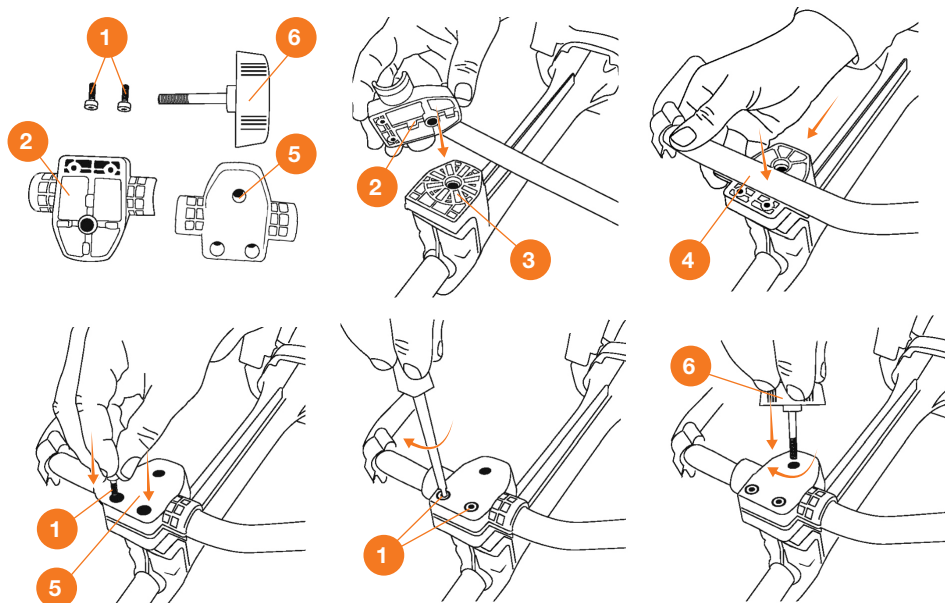

Рис. 4
- Открутите винты крепления ① зажима и раскройте держатель.
- Установите держатель крестообразным выступом ② на площадку ③, совместив с пазом, установите рукоятки ④, закройте второй половиной держателя ⑤ и зафиксируйте его двумя винтами ①.
- Вставьте винт ⑥ и зафиксируйте на штанге (Рис. 4).